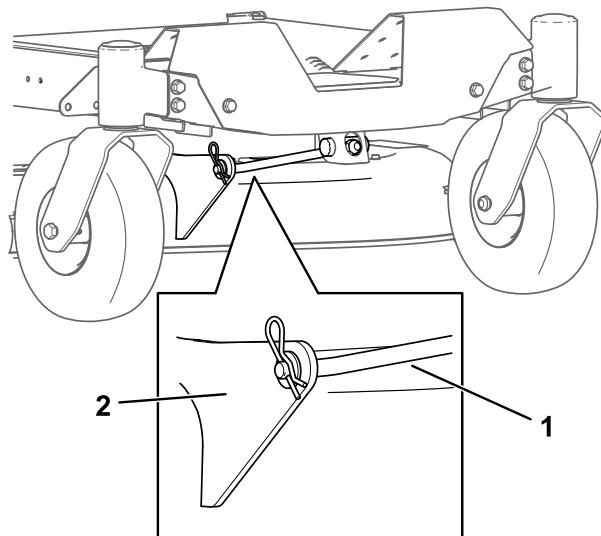

Рисунок 71
- Снимите шплинт с переднего опорного стержня и снимите стержень с кронштейна деки (Рисунок 71).
8. Прикрепите передний опорный стержень к деке газонокосилки с помощью шплинтуемого штифта и шплинта (Рисунок 71).